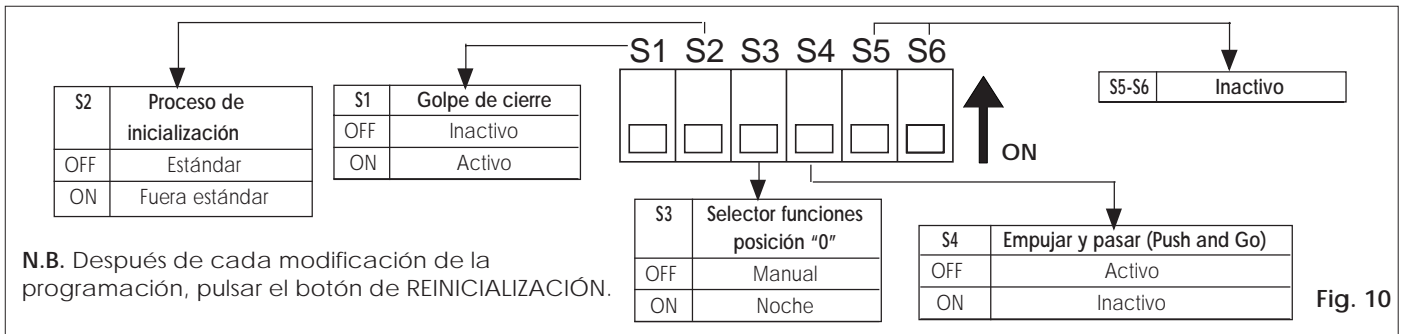

Fig. 10
- 4) Verificar que todos los microinterruptores de la unidad de programación (fig. 10) estén situados en **OFF**.
5.3. DISPOSICIÓN DE LOS MICROINTERRUPTORES (fig. 10)
La unidad de programación tiene una serie de microinterruptores que permiten seleccionar las funciones indicadas en la fig. 10. El sistema se entrega con todos los microinterruptores situados en la pos. OFF.